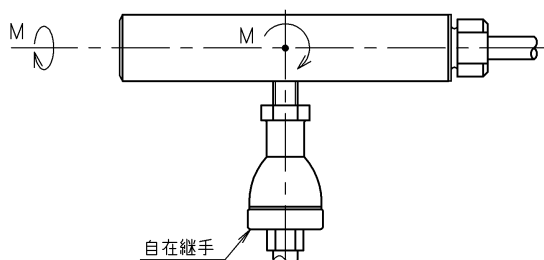

図1
- 図1に示したような自在継手で吸収できない方向のモーメントが大きくなると誤差の原因となり、また極端な場合には故障の原因となります。この方向のモーメントはできるだけかけないようにしてください。